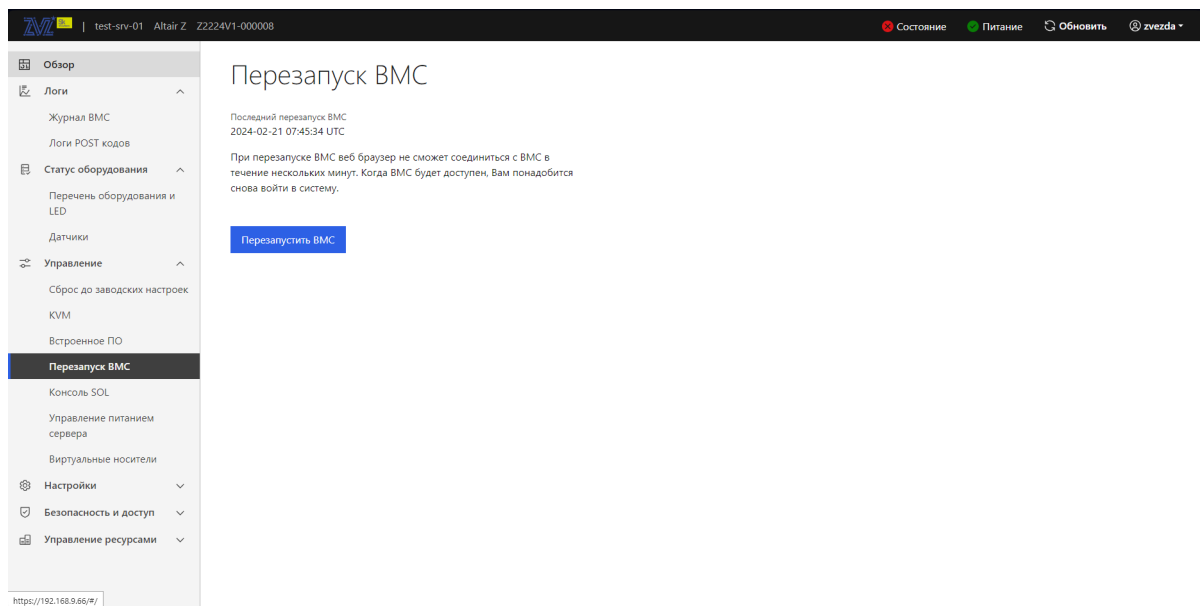

Рис. 79. Окно «Перезапуск BMC»
- 4) Пройдите во вкладку «Управление» → «Перезапуск BMC» в данной вкладке осуществляется перезапуск BMC. Нажмите на кнопку «Перезапустить BMC» для перезапуска BMC. Окно показано на рис. 79 Окно «Перезапуск BMC»